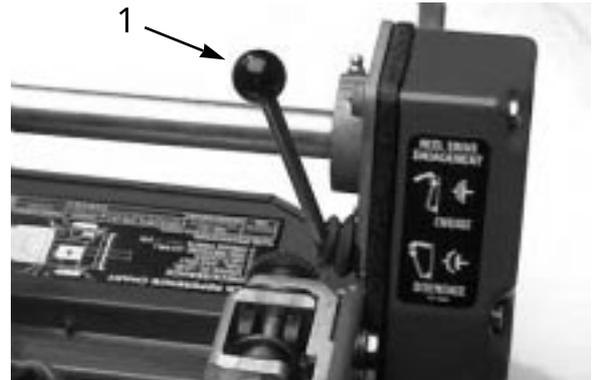

図 22
リール回転レバー (図 22)
1. 走行レバー (図21) とリール回転レバー (図22) が両方とも「解除」位置にあることを確認する。